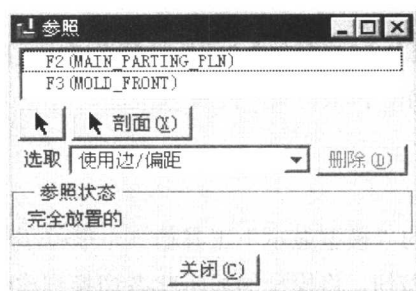
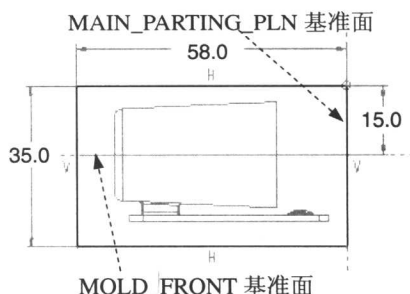

图 1.5 “参照”对话框
图 1.6 截面图形
③ 进入截面草绘环境后,系统弹出如图 1.5 所示的“参照”对话框,选取 MOLD_FRONT 基准面和 MAIN_PARTING_PLN 基准面为草绘参照,然后单击 **关闭(C)** 按钮,绘制如图 1.6 所示的特征截面。完成特征截面的绘制后,单击工具栏中的“完成”按钮 。
④ 选取深度类型并输入深度值:在操控板中选取深度类型  (即“对称”),再在深度文本框中输入深度 30.0,并按回车键。
⑤ 预览特征:在操控板中单击“预览”按钮 ,可浏览所创建的拉伸特征。
⑥ 完成特征:在操控板中单击“完成”按钮 ,则完成特征的创建。